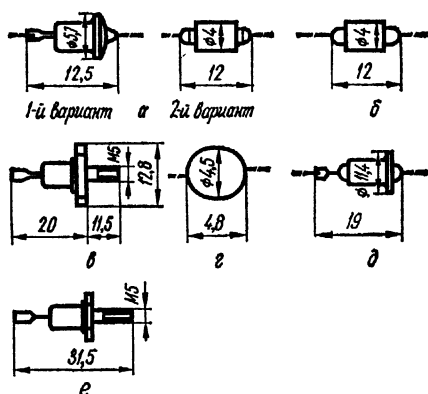

Рис. 267. Внешний вид и основные размеры варикапов
**Д901 (А, Б, В, Г, Д, Е).** Кремниевые варикапы (рис. 267, а). Диапазон рабочих температур от  $-60$  до  $+120^{\circ}\text{C}$ . Наибольшая температура корпуса  $140^{\circ}\text{C}$ .
**Д902.** Кремниевый варикап (см. рис. 267, б). Диапазон рабочих температур от —40 до +100° С. Наибольшая температура корпуса 100° С.
**КВ103 (А, Б).** Кремниевый варикап (см. рис. 267, в). Диапазон рабочих температур от —40 до +85° С. Наибольшая температура корпуса 85° С. Обратный ток при наибольшем обратном напряжении, мкА, при температуре: —
**КВ104 (А, Б, В, Г, Д, Е).** Кремниевые варикапы (см. рис. 267, г). Диапазон рабочих температур от —40 до +85° С.
**КВ105 (А, Б).** Кремниевые варикапы (см. рис. 267, д). Диапазон рабочих температур от —60 до +85° С.
**КЗ106 (А, В).** Кремниевые варикапы (см. рис. 267, е). Диапазон рабочих температур от —60 до +85° С.